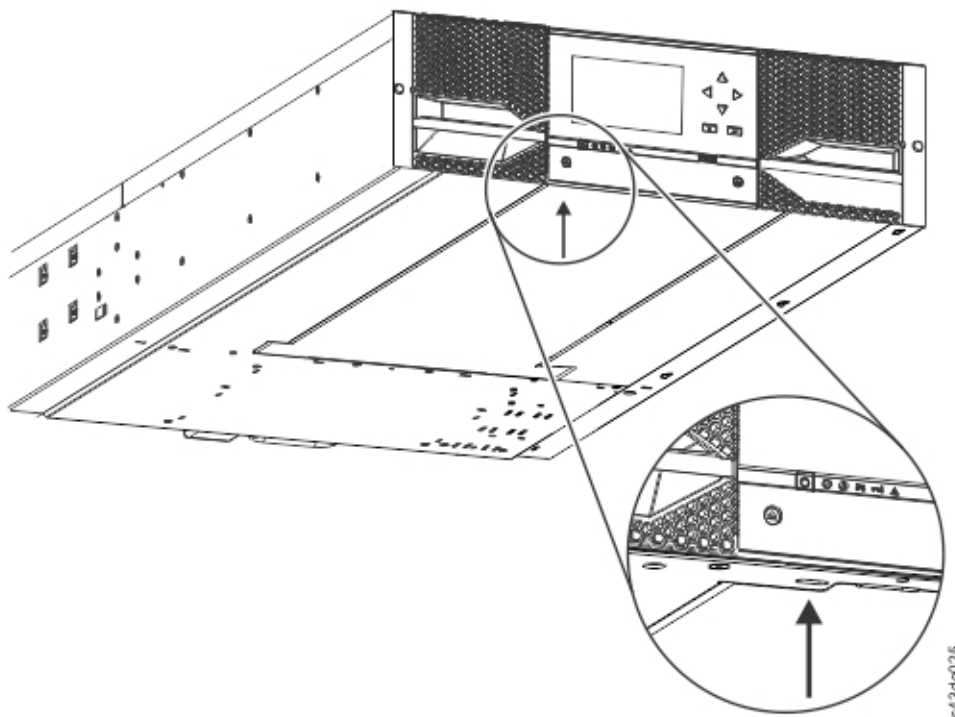

Figura 26. Desbloqueo del bloqueo por resorte
- c. Agarre la cubierta inferior con una mano. Inserte un destornillador de cabeza plana pequeño o un destornillador Torx en el orificio y deslícelo lateralmente hacia la izquierda 4 mm para desbloquear el bloqueo por resorte. Consulte Figura 26 en la página 48.